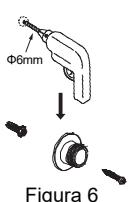

Figura 6
- e) Retire el tornillo de cobre y, a continuación, utilice la broca de Ø6 mm para realizar un agujero en el lugar marcado. Instale el tornillo de cobre (Figura 6).